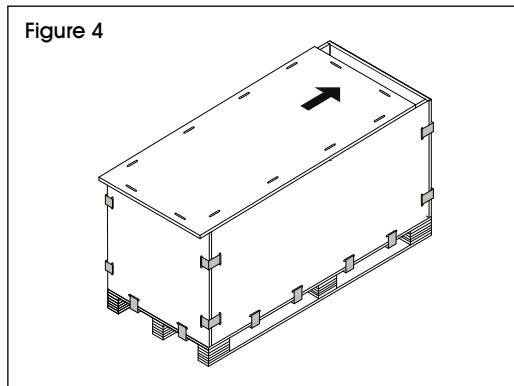

Figure 4
4. Fit top between the two sides and slide into place. (See Figure 4)
- Déposez le dessus entre les deux panneaux latéraux et glissez-le en place. (Voir Figure 4)